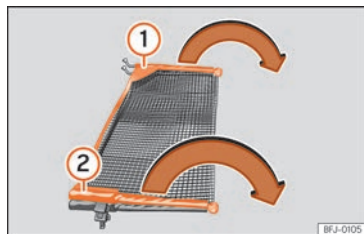

Fig. 151 Desplegar la red de separación.
» **fig. 151** ① y ② de la red en el sentido de las flechas hasta que se oiga un “clic”.